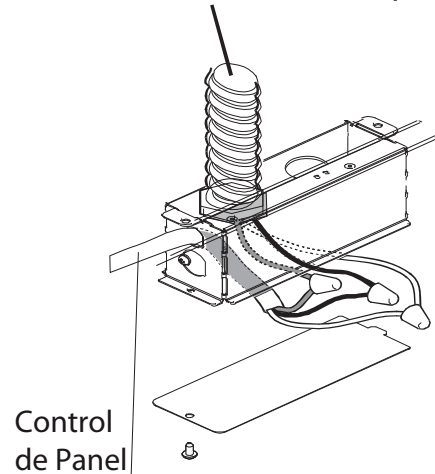

Figura 7
2. Retire la cubierta de la caja de unión tal y como se muestra en la Figura 7.